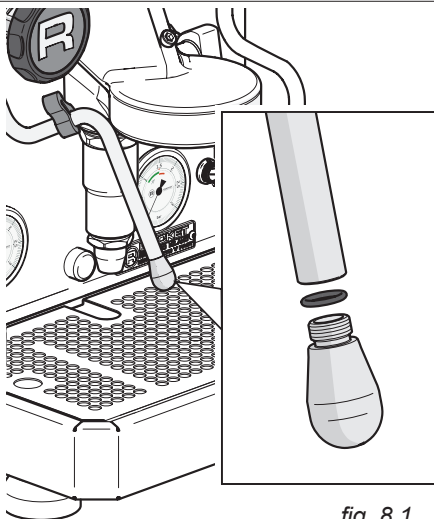

fig. 8.1
2. Se i getti di vapore si ostruiscono con il latte in polvere, svitare l'ugello e sbloccare/pulire con una graffetta (fig. 8.1).